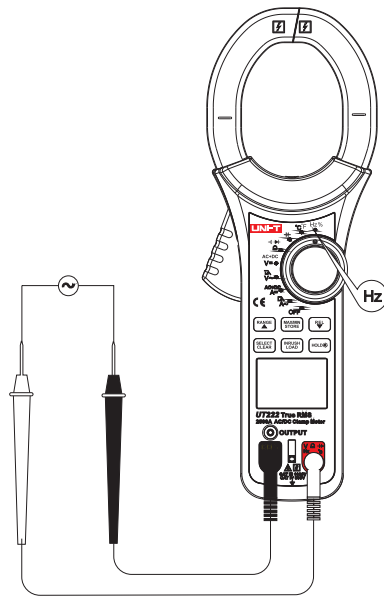

图10
7. 频率/占空比测量 (见图10)
- 电流测量功能必须在0℃~40℃之间操作, 在直流电流测量时, 如果读数为正值, 则电流的方向为由上到下(见图10: 面板为上, 底盖为下)。按住扳机不要突然松开, 霍尔元件是一种敏感器件, 除了对磁敏感外, 对热、机械应力均有不同程度的敏感, 撞击会短时间引起读数变化。